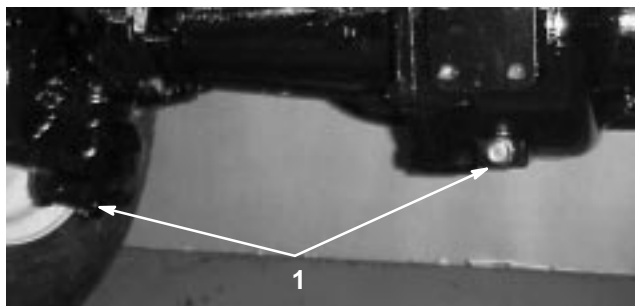

Figure 53
- Nettoyez la surface autour des 3 bouchons de vidange, 1 à chaque extrémité et 1 au centre (Fig. 53).
- Enlevez les (3) bouchons de contrôle du niveau d'huile et le bouchon d'aération du pont principal pour faciliter la vidange de l'huile.